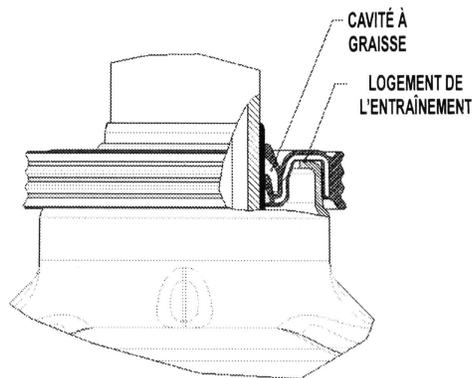

FIGURE 1
1. Appliquer de la graisse sur les lèvres du joint et remplir la cavité à graisse située entre les lèvres du joint. Voir *Figure 1*.